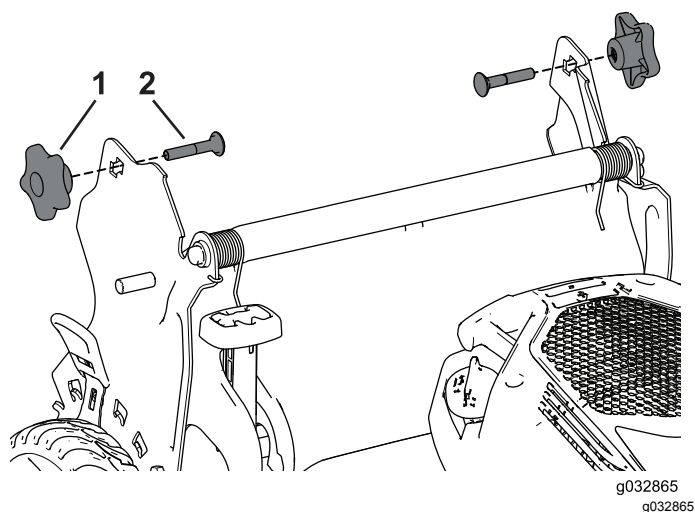

Figura 27
3. Inserte el perno de cuello cuadrado (con la cabeza del perno hacia el interior) a través del soporte del manillar y del orificio superior del extremo del manillar. Asegúrese de que los bordes cuadrados de cada perno de cuello cuadrado entren en el orificio cuadrado superior o inferior de su soporte del manillar relacionado (Figura 27).